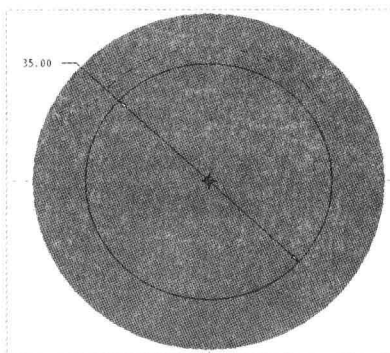

图 8-40 绘制截面
Step 06 选择“确定”选项，弹出“草绘视图”菜单管理器，选择“默认”选项，进入草绘环境，单击“草绘”选项卡中的相应按钮，绘制截面，如图 8-40 所示。